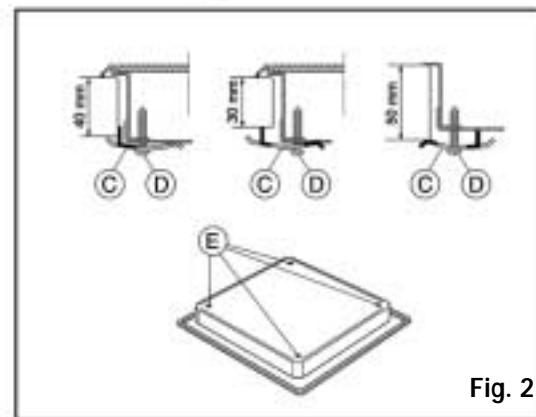

Fig. 2
**Attention :** si la table de cuisson est installée sur une surface autre que du bois (marbre, plastique, céramique, pierre, etc.), n'oubliez pas de vous procurer les équerres de fixation (Fig. 2) auprès du Service Après-vente, en indiquant la référence 4819 404 78697.
- **Si le plan de travail est en marbre, en plastique, en céramique ou en pierre, etc.**, la table de cuisson doit être fixée au moyen d'étriers spéciaux (C) (fig. 2).
2. Installez les 4 étriers (C) comme le montre la fig. 2, en fonction de l'épaisseur du plan de travail.
3. Fixez les 4 vis (D) dans les trous (E) (fig. 2).